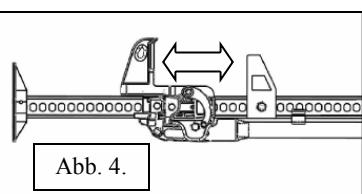

Abb. 4.
- Das obere Klemmstück muss so angebracht werden, dass es sich im rechten Winkel zum Stahlbügel befindet. (siehe Abb. 4)
- Das obere Klemmstück kann in jede Position entlang des Stahlbügels bewegt werden. (siehe Abb. 4) Entfernen Sie die Schraube des oberen Klemmstücks und bringen Sie das obere Klemmstück an einem anderen Loch des Stahlbügels an. Ziehen Sie die Schraubbolzen mit 87 Nm fest.